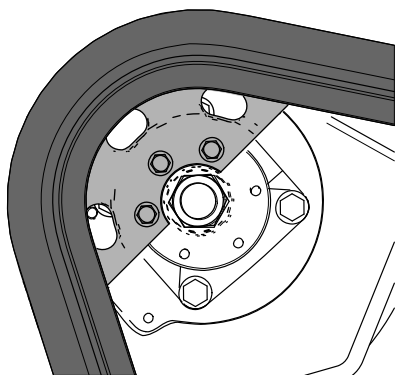

Figura 64
17. Spostate in avanti il comando della trazione fino a quando la metà della ruota conduttrice non si innesta nel cingolo (Figura 64).